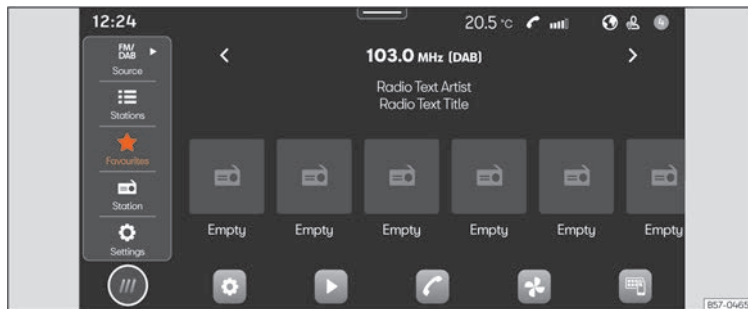

Fig. 132 Reprezentare schematică: Ecranul radioului.
- Apăsați **Home** > **ED** > >> **fig. 132**.